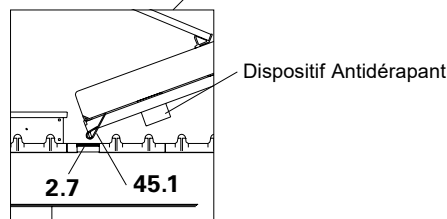

Fig. A9.12a
- La glissière (45.1) située sous la passerelle est fixée lorsqu'elle est positionnée dans le support (2.7) situé sur la poutrelle SLT 375. (Fig. A9.12a)